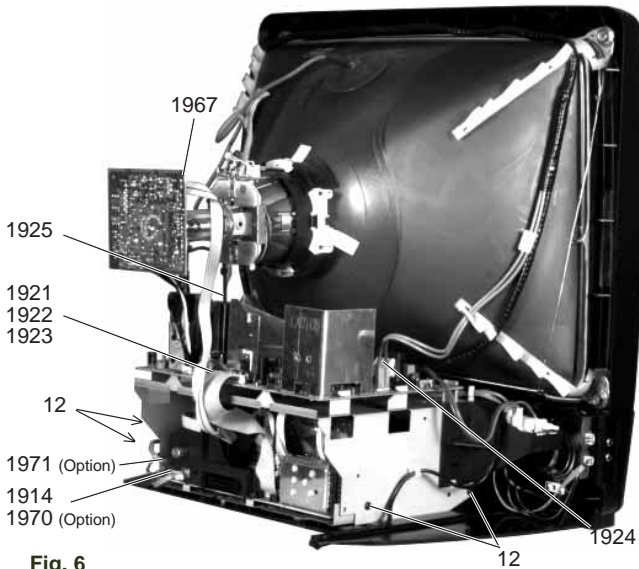

Fig. 6
- Steckverbindungen (1921, 1922, 1923, 1924 und 1925) zum Videoteil und zur Bildröhre lösen (Fig. 6).
- Unplug the connectors (1921, 1922, 1923, 1924 and 1925) to the Video Unit and the picture tube (Fig. 6).
- 4 Schrauben (Pos. 12) entfernen (Fig. 6).
- Stecker 1921, 1922 und 1923 (Fig. 6) vom Leistungs-Chassis abziehen.
- Stecker 1967 (Fig. 6) von der Bildrohrplatte abziehen.
- Stecker 1971 (Option) vom Signal-Chassis abziehen (Fig. 6).
- Lautsprecherstecker 1914 und 1970 (Option) abziehen (Fig. 6).
- Undo 4 screws (Pos. 12, Fig. 6).
- Unplug the connectors 1921, 1922 and 1923 (Fig. 6) on the Power Chassis.
- Unplug the connector 1967 (Fig. 6) on the Tube PCB.
- Pull out the connector 1971 (option) from the Signal Chassis (Fig. 6).
- Unplug the loudspeaker connectors 1914 and 1970 (option, Fig. 6).